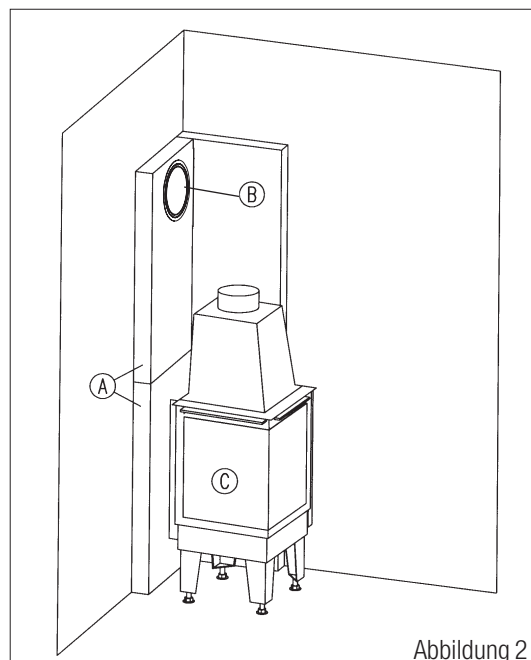

Abbildung 2
4.3. Richten Sie die Radiante jetzt auf und stellen Sie diese an die vorgesehene Position. Prüfen Sie mit einer Wasserwaage, ob die Feuerraumtüre des Heizeinsatzes senkrecht steht. (Abb. 2)